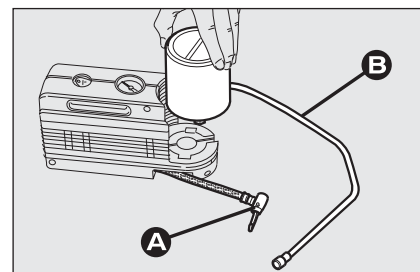

fig. 14
- ☐ disconnect **A**-**fig. 14**;